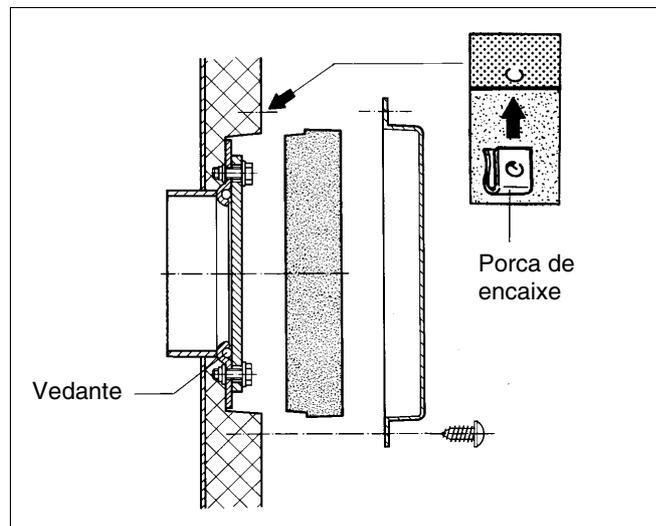

Fig.9
- Colocar o disco de isolamento térmico em frente da tampa de acesso dianteira (fig. 9).
- Colocar 4 porcas de encaixe por cima dos furos da película de isolamento térmico (fig. 9).
- Aparafusar a tampa de cobertura antes da tampa de acesso com 4 parafusos de chapa (fig. 9).
- Desaparafusar a tampa de cobertura antes da tampa de acesso (fig. 9).
- Desaparafusar os parafusos sextavados da tampa de acesso dianteira, retirar a tampa de acesso (fig. 9).
- Colocar o disco de isolamento térmico em frente da tampa de acesso (fig. 9).
- Aparafusar a tampa de cobertura antes da tampa de acesso com parafusos de chapa (fig. 9).